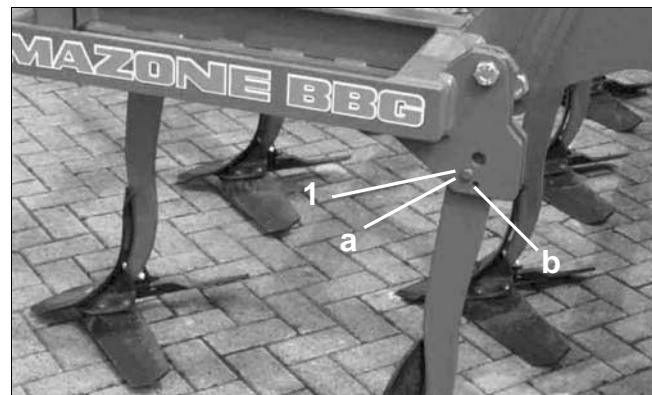

Рис. 14
- Открутите крепежную гайку срезного болта (Рис. 14/1).